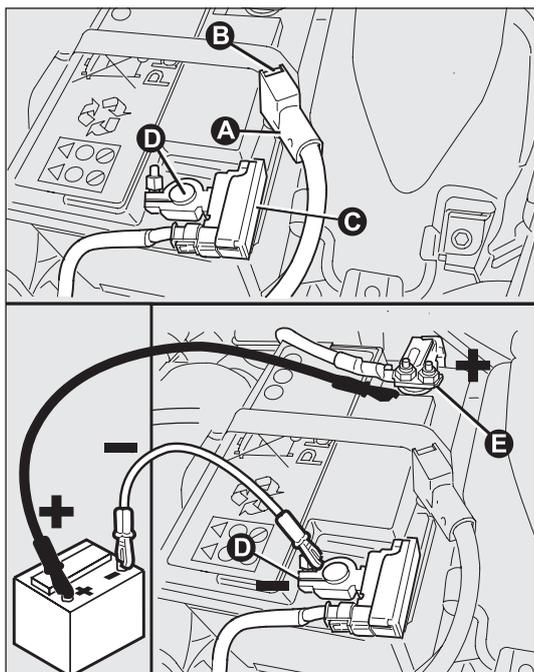

fig. 162
- disconnetti il connettore A-fig. 162 (tramite azione sul pulsante B) dal sensore C di monitoraggio dello stato batteria installato sul polo negativo D della batteria stessa;